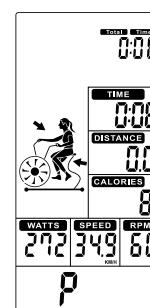

Figure 17
- ① Im Standby-Modus drücken Sie START, um das Training schnell zu starten. TOTAL TIME/ TIME/ DISTANCE/ CALORIES/ WATTS/ SPEED/ RPM beginnen hochzuzählen (Abbildung 17). Wenn ein Pulssignal anliegt, leuchtet das Symbol auf, blinkt und zeigt den Pulswert an (Abb. 18). Ohne Impulseingang wird „P“ angezeigt (Abbildung 17).
- ③ Kein Signaleingang für 30s, Summer ertönt 1 kurzer Piepton und wechselt in den Wake-up-Modus. Drücken Sie eine beliebige Taste, um die Konsole aufzuwecken.
- ④ Drücken Sie die START-Taste einmal, um das Training zu unterbrechen, der Summer ertönt alle 30 Sekunden für 0,5 Sekunden. Alle Werte werden auf der LCD-Anzeige angezeigt und blitzen alle 4 Sekunden. Wenn Sie das Training für 5 Minuten unterbrechen, ertönt der Summer 2 Sekunden lang und Sie gelangen in den Aufwachmodus. Drücken Sie START, um das Training fortzusetzen.
- ① In Standby mode, press START to start workout quickly, the buzzer sound 1 second. TOTAL TIME/ TIME/ DISTANCE/ CALORIES/ WATTS/ SPEED/ RPM start to count up (Figure 17).
- ② Whenever there is Pulse signal input, will light up and symbol will flash and display pulsevalue (Figure 18). Without pulse input, it will display “P” (Figure 17).
- ③ No signal input for 30s, buzzer sounds 1 short beep and enter to Wake-up mode. Press any to wake up the console.
- ④ Press START key once to pause training, Buzzer will sound for 0.5s in every 30s. All values are displaying on LCD and flashing in every 4s. If continue to stop training for 5 minutes, buzzer sounds 2s and enter to Wake-up mode. Press START to resume workout.